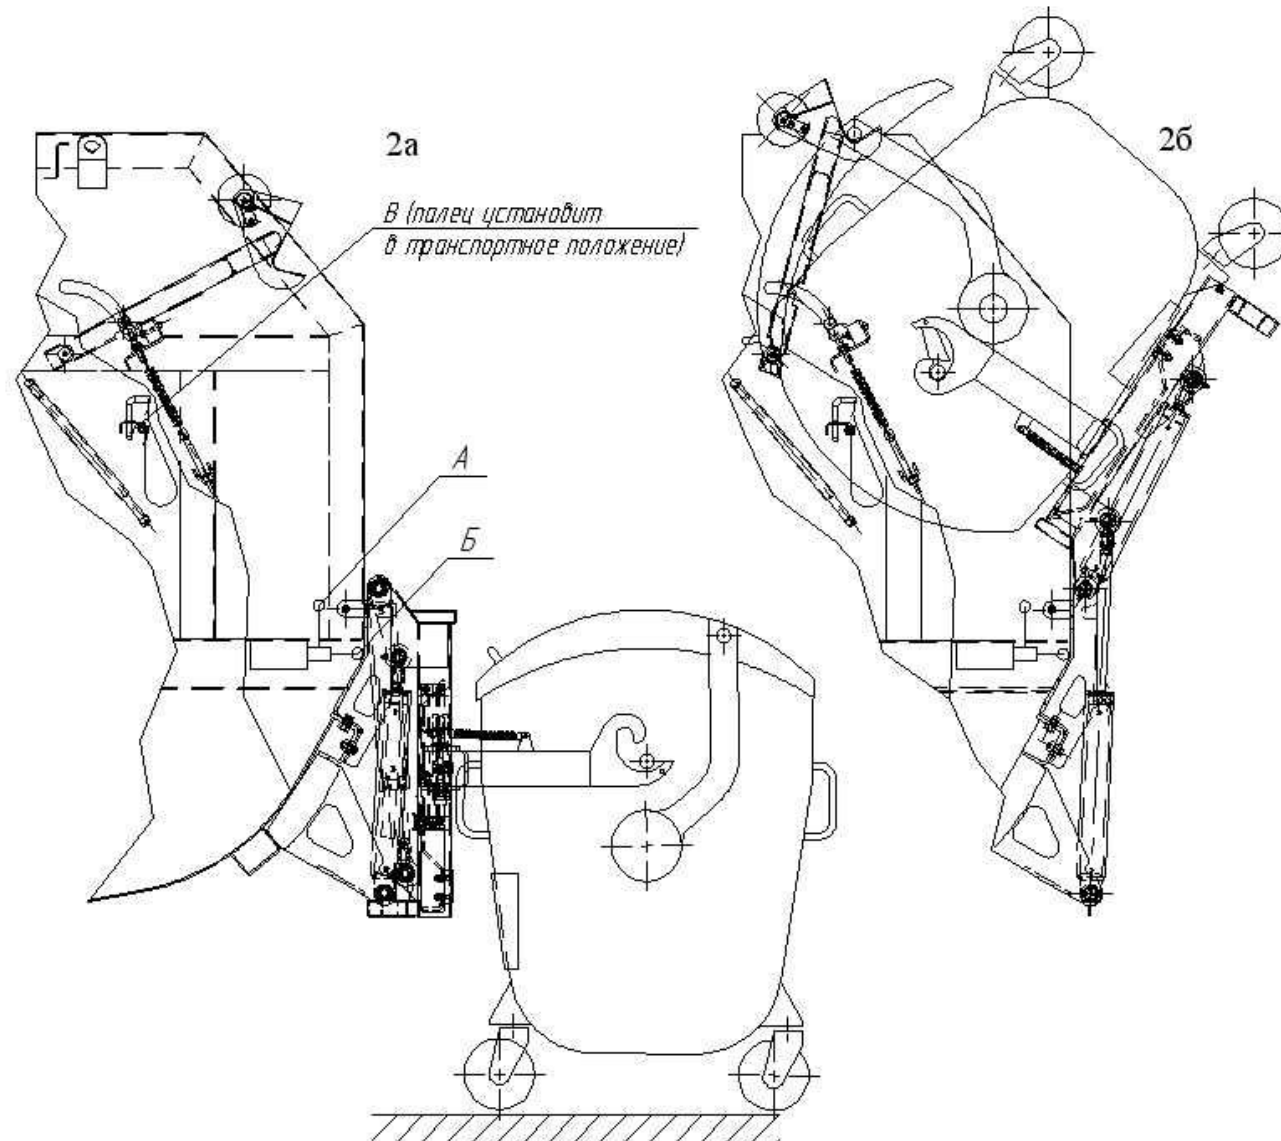

Рисунок 31- Работа с контейнерами 1,1 м³ «евро» с захватом за цапфы на стенках контейнера- «опрокидыватель – вилка»
- проверить уровень рабочей жидкости в маслобаке гидросистемы: при исходном положении прессующего механизма, выталкивающей плиты (Рис.31) и поднятом в транспортное положение опрокидывателем уровень рабочей жидкости должен быть не ниже середины указателя уровня масла (Рис.24, 25);